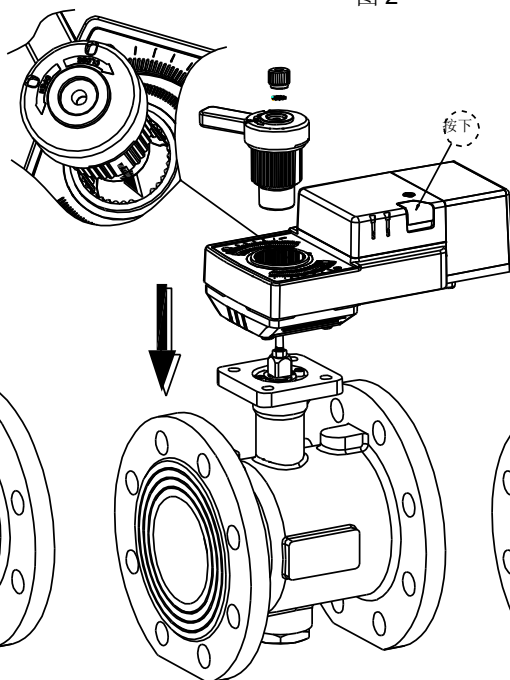

图 5
(3) 如图 5, 连接杆与执行器配合装入, 按图中箭头指示, 对准防呆槽卡入。